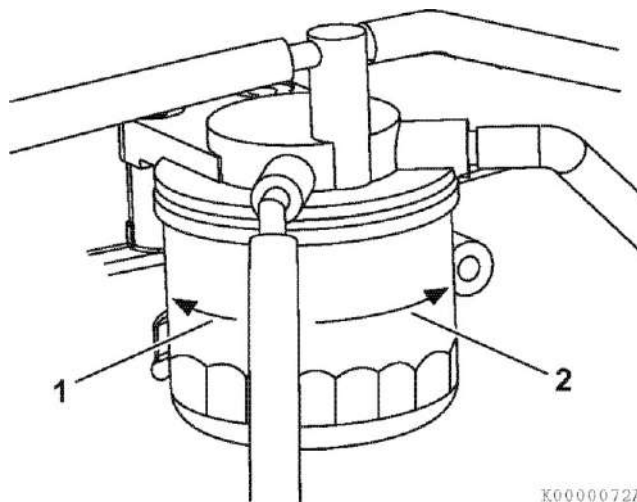

Рисунок 50
3. Снимите топливный фильтр с помощью специального ключа, поворачивая его налево (рисунок 50 (1)). Снимая топливный фильтр, придерживайте его с осторожностью, чтобы не проливалось топливо. Вытрите все пролитое топливо.
5. Установите новый топливный фильтр. Затягивайте его рукой вправо (рисунок 50 (2)) до тех пор, пока он не войдет в контакт с посадочной поверхностью. С помощью специального ключа затяните топливный фильтр с усилием 19.6 – 23.5 Н·м, 2.0 – 2.4 кгс/м) или на один дополнительный оборот.